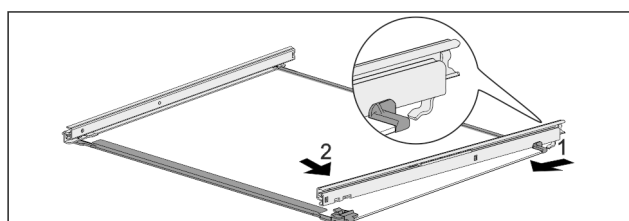

Fig. 84 Glashylla med skenor
- Haka fast skena baktill. Fig. 84 (1)
- Haka fast skena framtill. Fig. 84 (2)